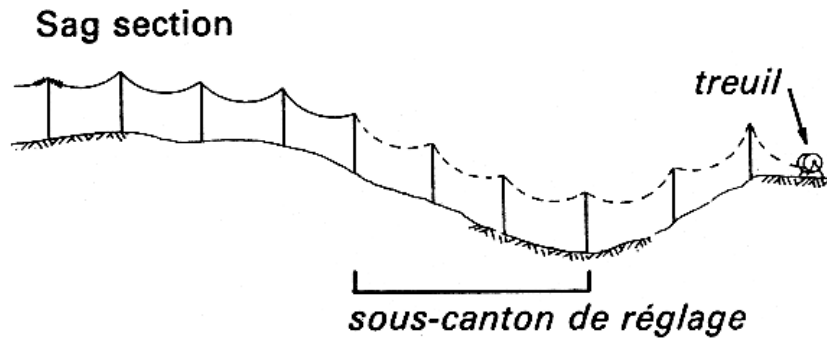

Figure 2.6 - Sous-canton de réglage
h) **Sous-canton de réglage** : (voir figure 2.6)